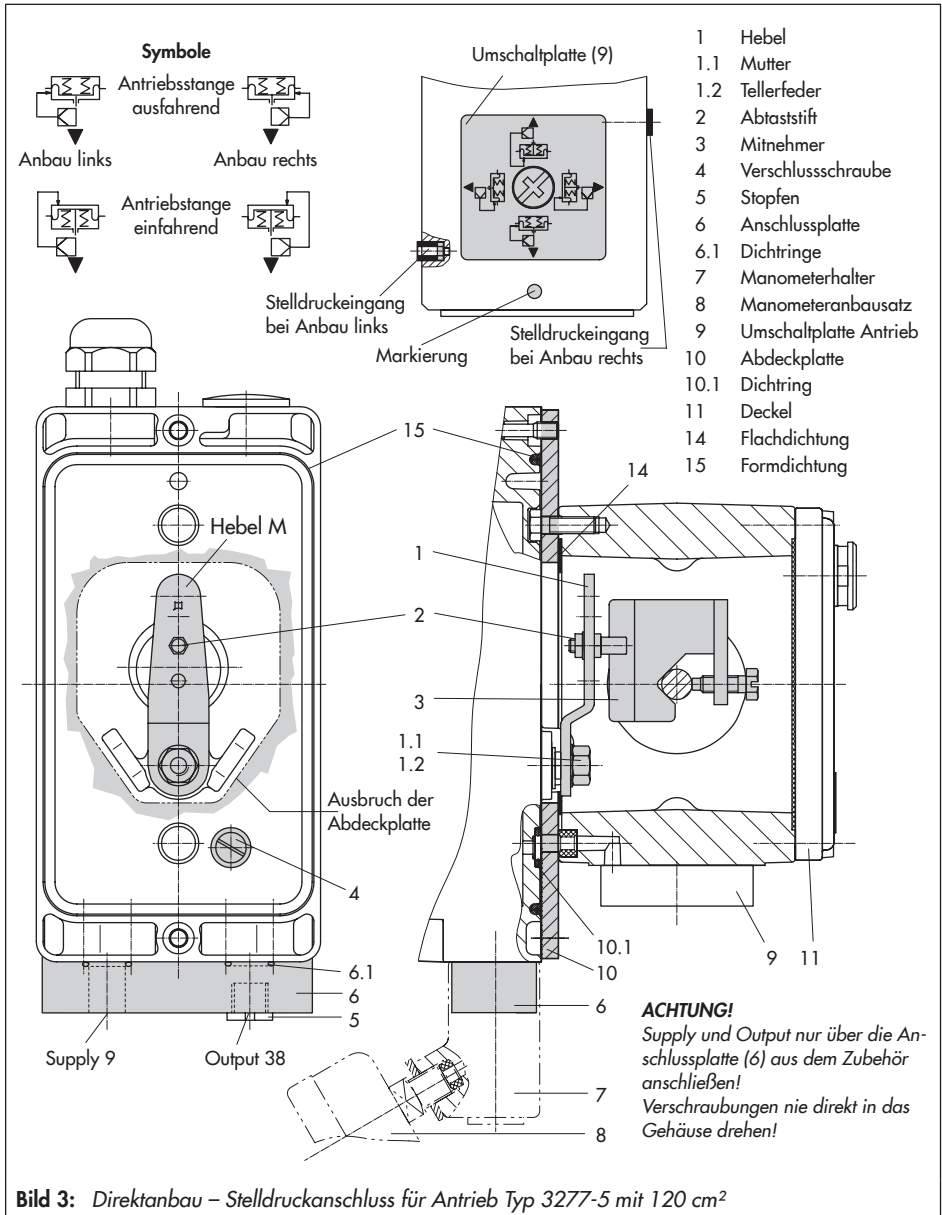

Bild 3: Direktanbau – Stelldruckanschluss für Antrieb Typ 3277-5 mit 120 cm²
Antrieb mit 120 cm² (vgl. Bild 3)
1. Anschlussplatte (6) oder Manometerhalter (7) mit Manometern am Stellungsregler montieren, auf richtigen Sitz der beiden Dichtringe (6.1) achten.
2. Verschlusschraube (4) auf der Stellungsregler-Rückseite entfernen und den Stelldruckausgang „Output 38“ an der Anschlussplatte (6) oder am Manometerhalter (7) mit dem Stopfen (5) aus dem Zubehör verschließen.
3. Mitnehmer (3) an die Antriebsstange setzen, ausrichten und so festschrauben, dass die Befestigungsschraube in der Nut der Antriebsstange sitzt.
4. Abdeckplatte (10) mit schmaler Seite des Ausbruchs (Bild 3 links) in Richtung zum